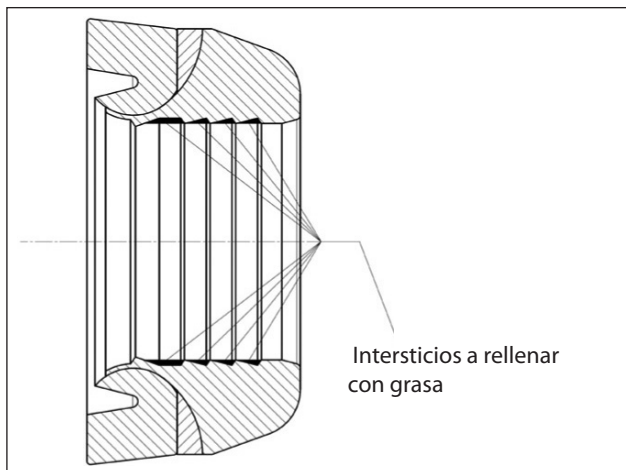
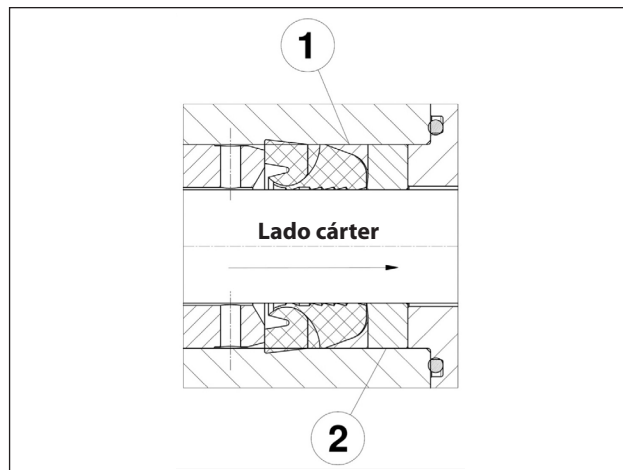
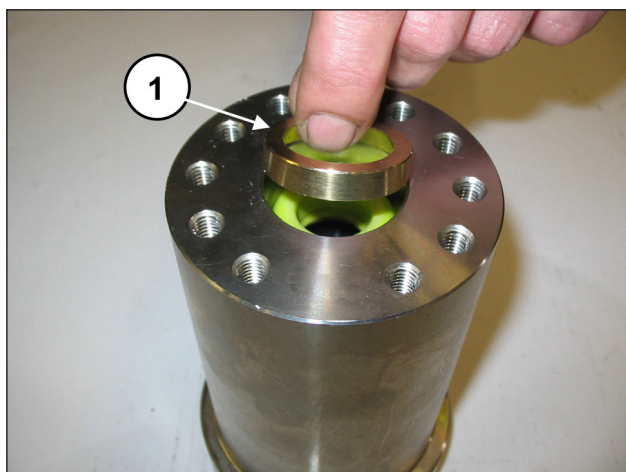
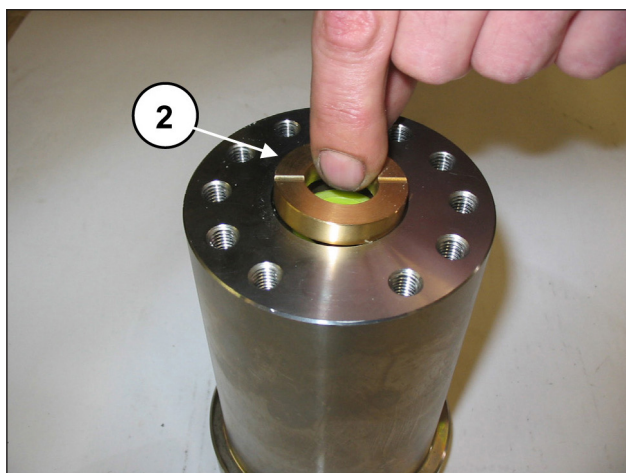

Fig. 121
Fig. 124
Fig. 122
Fig. 123
**La junta H.P. se ha de introducir en la camisa como se indica en la Fig. 121 y Fig. 122.**
**Antes de montarlas en la sede, las juntas de H.P. se deben lubricar con grasa de silicona de tipo OKS 1110 como se indica a continuación: Lubricar el diámetro externo ligeramente. Aplicar la grasa en el diámetro interno rellenando con cuidado todos los intersticios comprendidos entre los labios de retención, como se indica en la Fig. 122.**
Introducir la anilla anti extrusora y el casquillo de juntas (pos. ① y ②, Fig. 122, Fig. 123 y Fig. 124).
**El casquillo de las juntas ② se ha de introducir en la camisa con las dos descargas orientadas hacia el exterior (lado cárter) como se indica en la Fig. 123.**